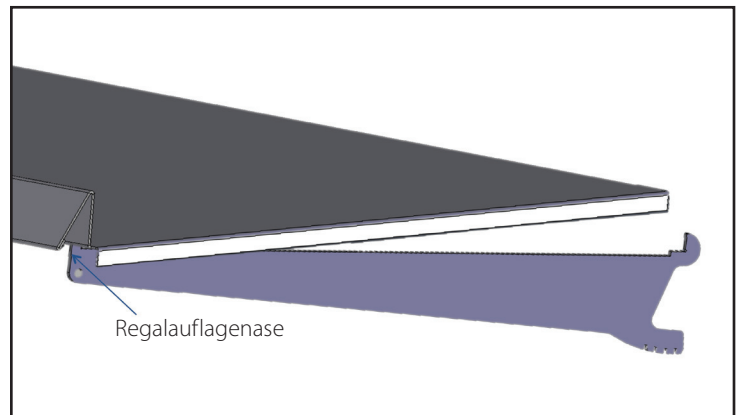

Abb. 2. Regalbretter einbauen.
- b. Bewegen Sie die Rückseite des Regalbretts nach oben und hinten, bis die Vorderseite des Regalbretts nicht mehr auf der Regalauflagenase an der Regalhalterung liegt. Siehe Abb. 2.